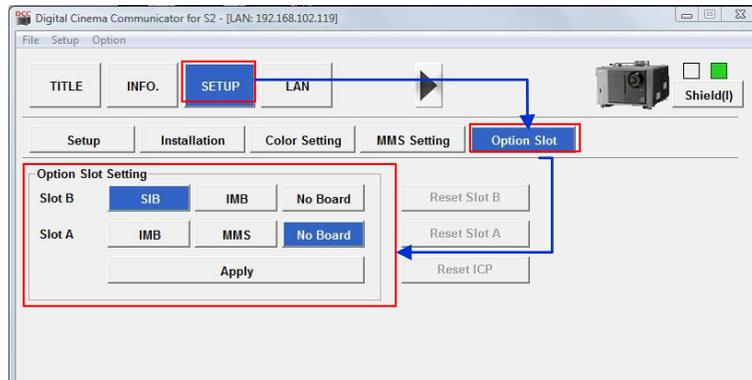

Figura 42 Ajustes de Option slot en el Digital Cinema Communicator de NEC.
4. Seleccione [Setup] → [Option Slot] ([Configuración] → [Ranura opcional]) en Digital Cinema Communicator y seleccione IMB para Slot B en Option Slot Setting (Configuración de ranura). (como se muestra en la Figura 42)